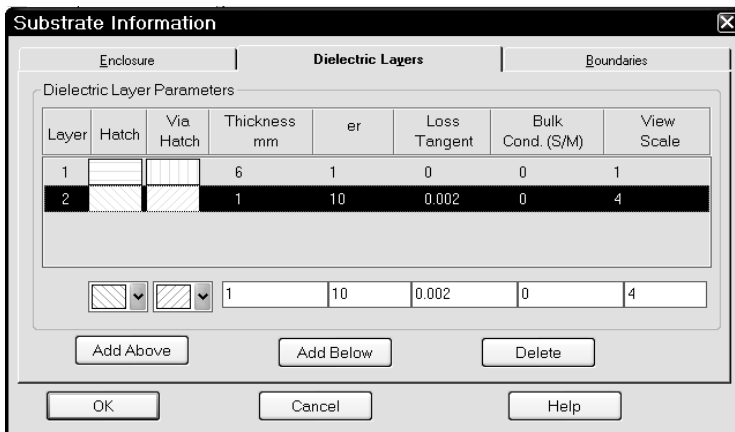

Рис. 2.22
4. Щёлкните по значку **Substrate Information**. На вкладке **Enclosure** открывшегося окна в поле **X-Dimension(mm)** введите **18.4**, в поле **X-Divisions** введите **180**, в поле **Y-Dimension(mm)** введите **9** и в поле **Y-Divisions** введите **90**. Размер клеток сетки по осям **X** и **Y** будет **0.1** мм. На вкладке **Dielectric Layers** для слоя 1 введите толщину **6**, для слоя 2 введите толщину **0.5**, диэлектрическую проницаемость **10**, тангенс потерь **0.002** и масштаб отображения **4** (рис.2.22). Нажмите **OK**. Щёлкните по значку **Paste** на панели инструментов и поместите скопированную топологию по центру электромагнитной структуры.